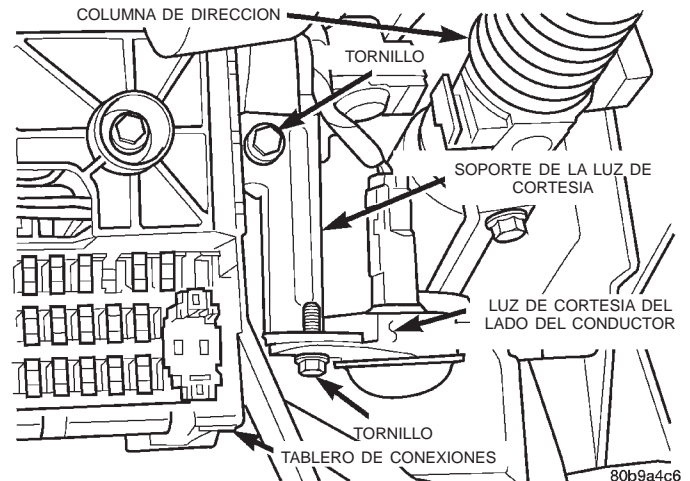

Fig. 5 Desmontaje e instalación del soporte de la luz de cortesía del tablero de instrumentos del lado del conductor
(1) Desconecte y aisle el cable negativo de la batería.
(2) Retire la tapa de fusibles del tablero de instrumentos de la parte inferior del conjunto de tablero de conexiones y módulo de control de la carrocería. Para informarse sobre los procedimientos, consulte **Cubierta de fusibles del tablero de instrumentos** en la sección Desmontaje e instalación de este grupo.
(3) Acceda debajo de la cubierta de la abertura de la columna de dirección para retirar el tornillo que fija la luz de cortesía al extremo inferior del soporte del tablero de instrumentos, cerca del lado interior del tablero de conexiones (Fig. 5).
(4) Retire la luz de cortesía del extremo inferior del soporte de la luz de cortesía del tablero de instrumentos del lado del conductor.
(5) Acceda debajo de la cubierta de la abertura de la columna de dirección para retirar el tornillo que fija el soporte de la luz de cortesía y el tablero de conexiones del lado interior al soporte de la columna de dirección del tablero de instrumentos.
(6) Retire el soporte de la luz de cortesía del lado del conductor de la parte de abajo del tablero de instrumentos.